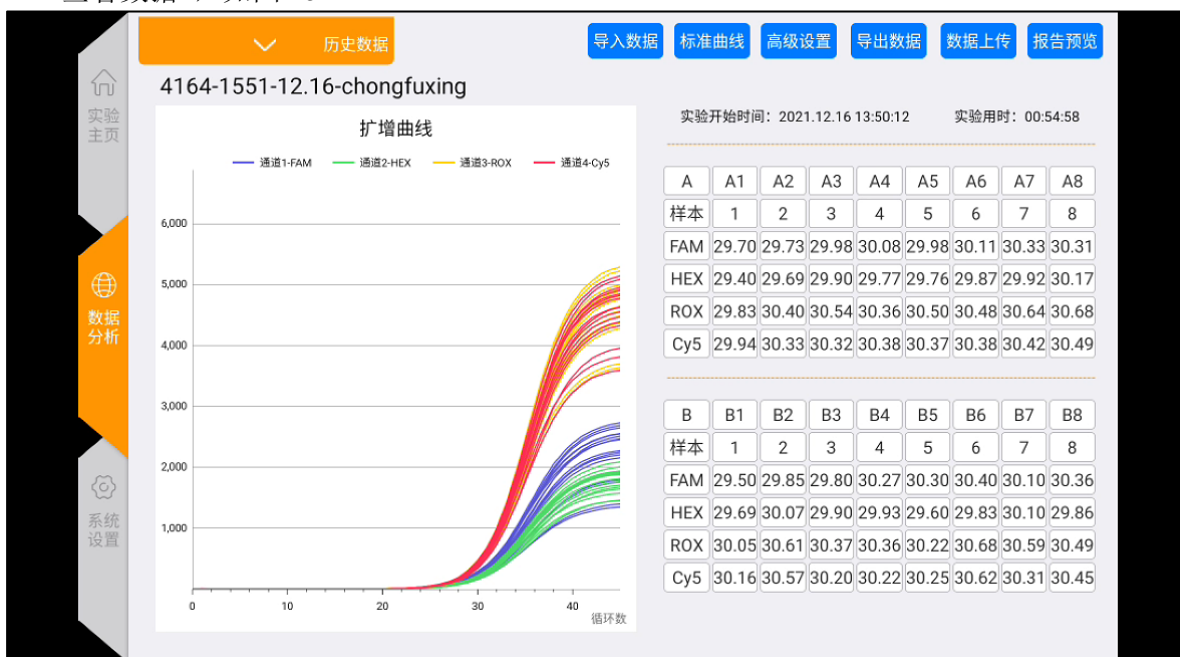

图4.5-2 结果分析界面
- 2) 点击上方的历史数据按钮，即可弹出历史实验数据结果，任意选择一项实验结果，即可查看数据，如图4-5-2。